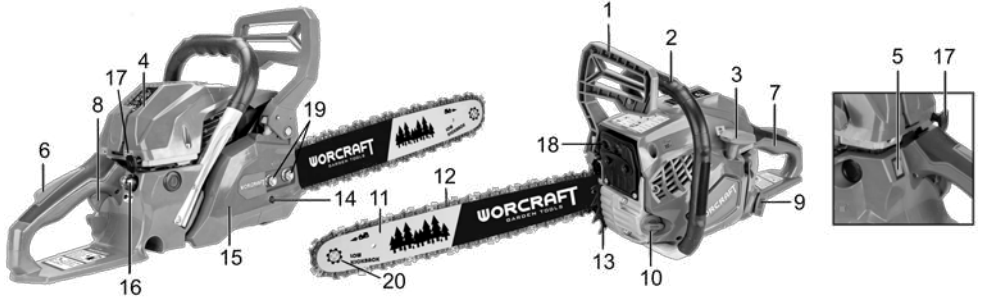
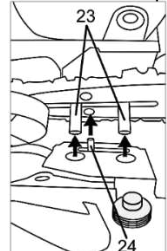

Рисунок 1
Рисунок 4
- Потягніть рукоятку гальма (1, рисунок 1) в бік передньої рукоятки (2, рисунок 1), щоб переконалися, що гальмо ланцюга вимкнено.
- Відгвинтіть гайки (19, рисунок 1), що кріплять кришку зчеплення (15, рисунок 1), та зніміть її.
- Відрегулюйте гвинт натягу ланцюга (14, рисунок 1) на боковій частині кришки зчеплення таким чином, щоб штифт натягу ланцюга (24, рисунок 4) сумістився з відповідним отвором напрямної шини. При цьому отвори на кришці зчеплення повинні збігатися з напрямними гвинтами (23, рисунок 4).
- Вставте штифт механізму натягу ланцюга (24, рисунок 4) в спеціальний отвір на напрямній шині та одягніть кришку зчеплення. Вручну нагвинтіть гайки фіксації кришки зчеплення (19, рисунок 1).
- Обертаючи гвинт натягу ланцюга (14, рисунок 1) за годинниковою стрілкою, натягніть ланцюг до тих пір, поки він не буде щільно прилягати до нижньої сторони напрямної шини. Перевірте натяг, потягнувши ланцюг вгору.
При кожній заправці паливом обов'язково перевіряйте та доливайте оливу для змащування ланцюга. Горловина масляного бака (10, рисунок 1) для заправлення оливою для ланцюга позначена відповідним зображенням. Рекомендовано використовувати тільки спеціальну оливу для ланцюгів. Олива для ланцюгів значно знижує тертя та нагрів ланцюга і напрямної шини, полегшує їх очищення від стружки та пилу, надійно захищає від корозії та придатна до всесезонного використання.
- Перевірте, щоб гальмо ланцюга (1, рисунок 1) правильно функціонувало (увімкнено – важіль захисного пристрою (1) переведений уперед (убік пиляльної гарнітури), вимкнено – важіль переведений назад (убік рукоятки)).
- Вимикач запалювання (5, рисунок 1) переведіть в положення «Увімкнено» («I», «ON»).
- Витягніть ручку повітряної заслінки карбюратора (17, рисунок 1).
- Декілька разів натисніть на праймер (паливний насос 16, рисунок 1), доки він частково не заповниться паливом. Праймер, заповнений паливом більше половини, свідчить, що до карбюратора надійшло паливо.
- Візьміться за передню рукоятку бензопили (2, рисунок 1) лівою рукою. Поставте бензопилу на землю, наступивши правою ногою на нижній бік задньої рукоятки (7, рисунок 1). Повільно потягніть шнур стартера рукояткою (3, рисунок 1), поки храповик не увійде в зачеплення, після цього швидко і різко смикніть його.
- Натисніть на ручку повітряної заслінки (17, рисунок 1), посунувши її в сторону корпусу бензопили.
- Переведіть вимикач запалювання (5) в положення «Увімкнено» («I», «ON»).
- Витягніть ручку повітряної заслінки карбюратора (17) в проміжне положення (повітряна заслінка закрита наполовину).
- Візьміться за передню рукоятку бензопили (2) лівою рукою. Поставте бензопилу на землю, наступивши правою ногою на нижній бік задньої рукоятки (7, рисунок 1). Повільно потягніть шнур стартера рукояткою (3, рисунок 1), поки храповик не увійде в зачеплення, після цього швидко і різко смикніть його.